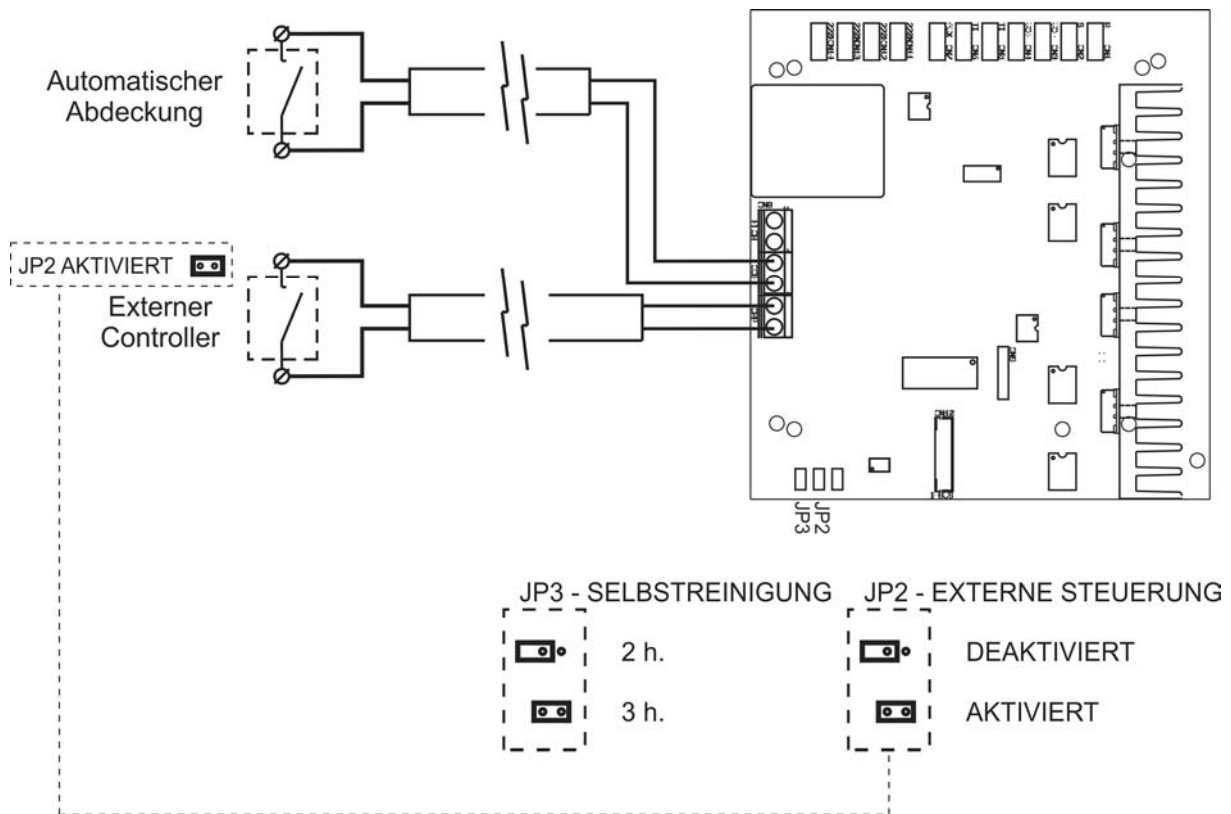

Abb. 16
- **ELEKTRODENSELBSTREINIGUNGSSYSTEM:** die LEDs [5] zeigen den Polarisierungszustand der Elektroden (direkt/ umgekehrt) an. Die Umkehrfrequenz kann mit dem auf der Systemsteuerplatte befindlichen „JP3“-Jumper gewählt werden (Abb. 16). Diese Konfiguration tritt in Kraft, wenn man das Gerät aus- und wieder einschaltet.